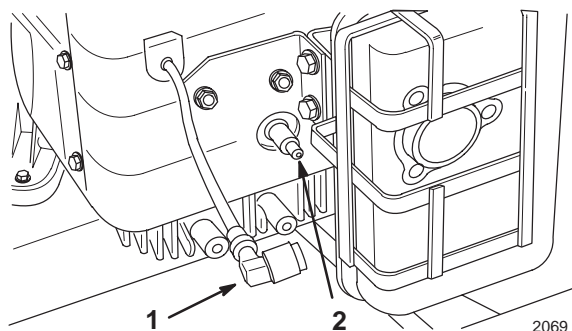

Figure 27
2. Débranchez les fils des bougies (Fig. 27). Nettoyez la surface autour des bougies pour éviter que des impuretés endommagent le moteur en tombant à l'intérieur.
3. Connectez les fils aux bougies (Fig. 27).